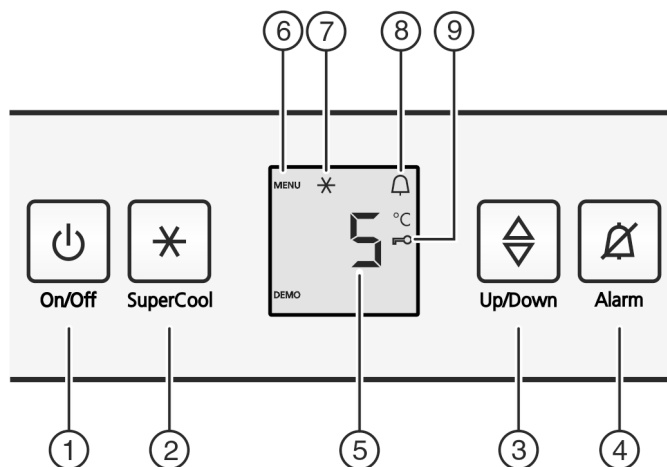

Fig. 2
- ▶ Aan/uit-toets *Fig. 2 (1)* indrukken.
- ▶ Toets SuperCool *Fig. 2 (2)* ca. 5 seconden indrukken.
- ▷ Op de display wordt het symbool Menu *Fig. 2 (6)* weergegeven.
- ▶ Met de toets SuperCool *Fig. 2 (2)* kort bevestigen.
- ▷ Het symbool Kinderbeveiliging *Fig. 2 (9)* op de display gaat branden.
- ▶ De toets On/Off *Fig. 2 (1)* kort indrukken.
- ▶ Toets Alarm *Fig. 2 (4)* indrukken.
- ▶ Temperatuurfunctie oproepen: Druk de insteltoets *Fig. 2 (3)* in.
- ▶ Temperatuur in 1 °C stappen wijzigen: Druk de insteltoets *Fig. 2 (3)* net zo vaak in, totdat de gewenste temperatuur op het temperatuurdisplay oplicht.